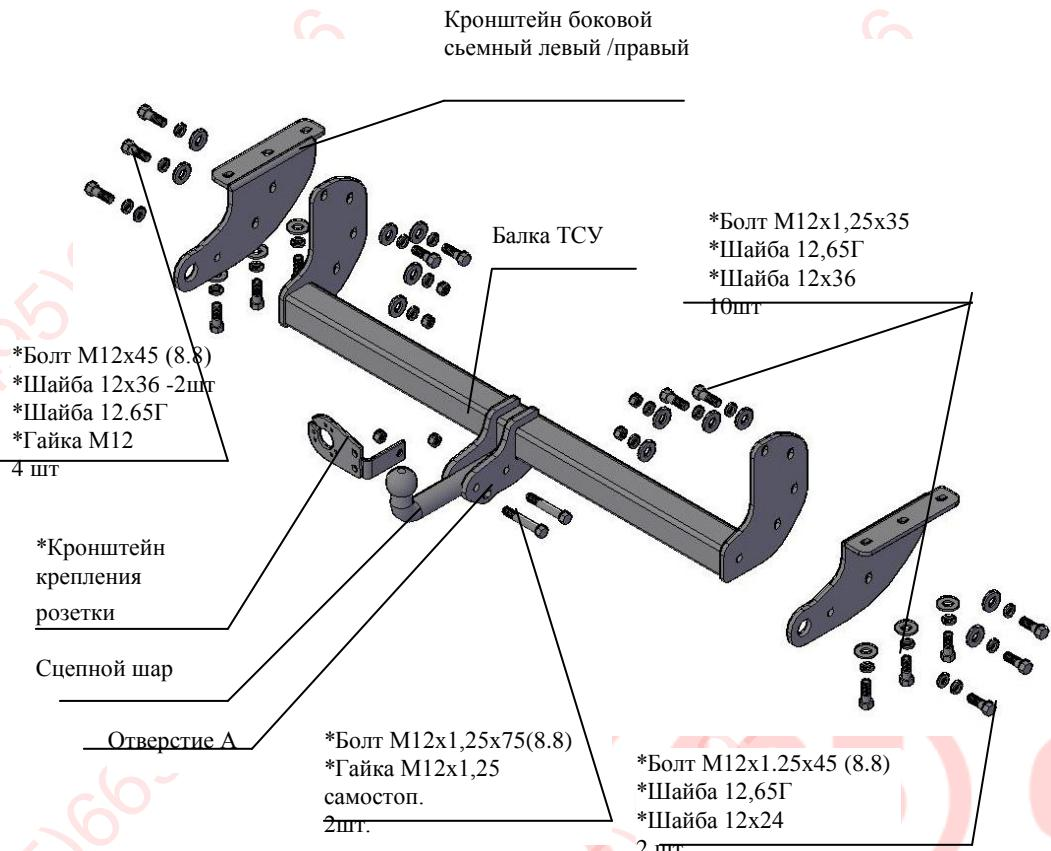

Рис.1 Тягово-сцепное устройство 7740 .
2.1 ТСУ 7740. в сборе (рис.1)	1 шт.
2.2 Пакет с комплектующими (см. рис.1)	1 шт.
4.2 Закрепить боковые съемные кронштейны к нижним полкам лонжеронов а/м (правый и левый как показано на рис.1) болтами M12x1.25x35, подложив под головки болтов шайбы 12.65G и шайбы 12x36 (используя штатные гайки в лонжеронах). Крепеж не затягивать.